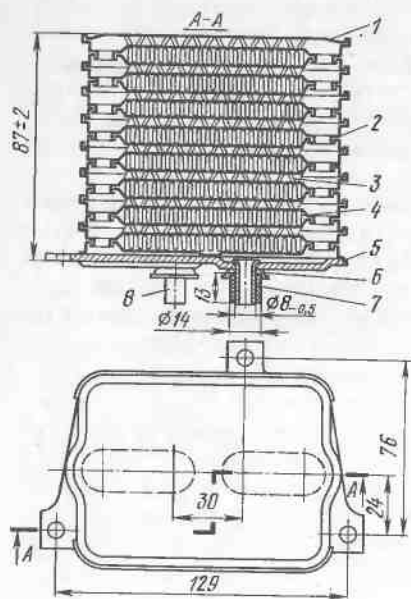

Рис. 78. Масляный радиатор:
**Масляный радиатор** (рис. 78), используемый для охлаждения масла в двигателе, изготовлен из штампованных тонколистовых стальных секций, спаянных медью. Радиатор в масляную систему включен параллельно. При разборке двигателя нужно обязательно проверить радиатор на отсутствие течи. Проверка на герметичность производится воздухом под давлением 4,0...5,5 кгс/см2 путем погружения радиатора на 20 с в щелочной раствор. Появление пузырьков воздуха указывает на нарушение герметичности. Место повреждения необходимо запаять мягким припоем. Если масляные каналы забиты отложениями, радиатор необходимо погрузить в смесь, состоящую из 25% ацетона и 75% бензина или бензола на 18 ч, а затем продуть сжатым воздухом и просушить. Резиновые уплотнительные кольца 7 в процессе эксплуатации от воздействия температуры и масла теряют упругость и твердеют. При затвердевании, наличии остаточных деформаций, надрывов или трещин уплотнители необходимо заменить.